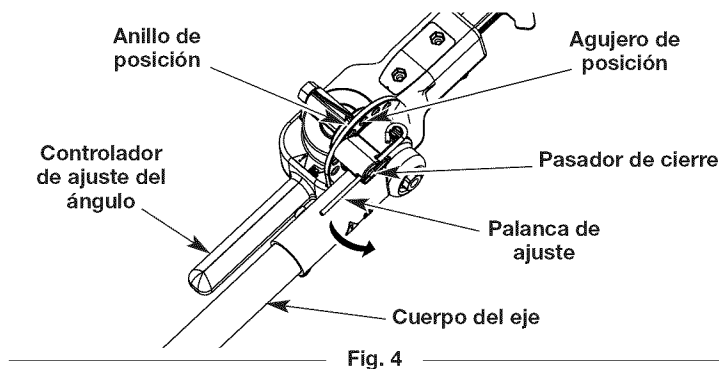

Fig. 4
1. Sostenga el controlador de ajuste del ángulo (Fig. 4) con la mano izquierda. Sostenga el cuerpo del eje (Fig. 4) con la mano derecha.
2. Con el dedo pulgar derecho, empuje la palanca de ajuste (Fig. 4) lejos del anillo de posición para desmontar el pasador de cierre (Fig. 4).
4. Alinee el pasador de cierre con el agujero deseado en el anillo de posición (Fig. 4).